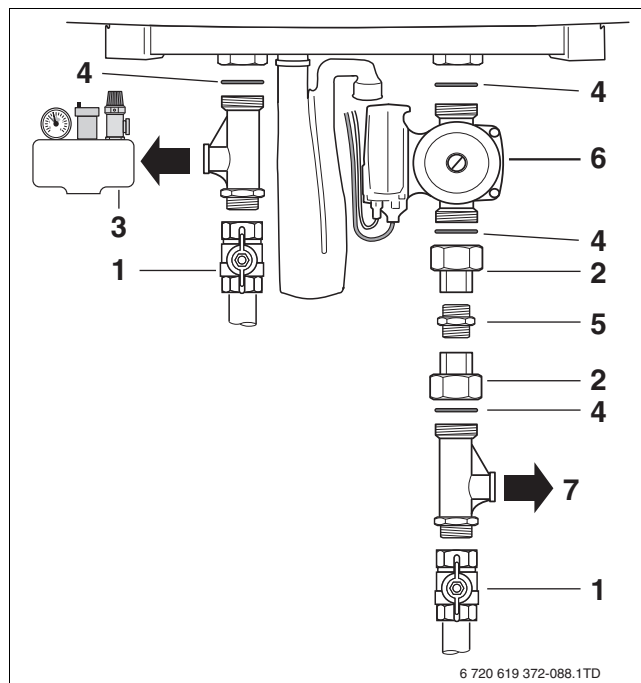

Bild 21 Anschluss Pumpe mit HKA-Set
- Pumpe UPM 25-70 (→ Bild 21, [6]) mit neuen Dichtungen montieren und Verschraubungen anziehen.